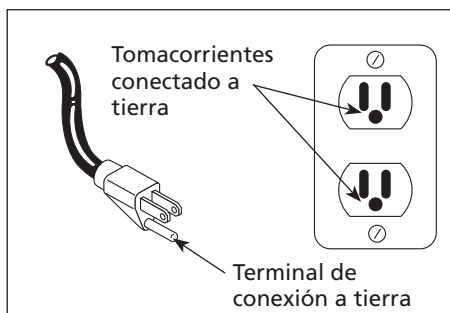

Figura 2 - Método de conexión a tierra
3. Este producto está diseñado para circuitos nominales de 120 voltios y tiene un enchufe para conexión a tierra similar al de la Figura 2. Cerciórese de conectarlo a un tomacorrientes cuya configuración sea similar a la del enchufe. Este producto se debe conectar a tierra. En caso de que ocurra un cortocircuito, esto evitaría el riesgo de choque eléctrico al ofrecerle un cable de desvío a la corriente eléctrica. Este producto tiene un cordón con un alambre y terminal de conexión a tierra. Debe conectarlo a un tomacorrientes que esté instalado adecuadamente según los códigos y ordenanzas locales.